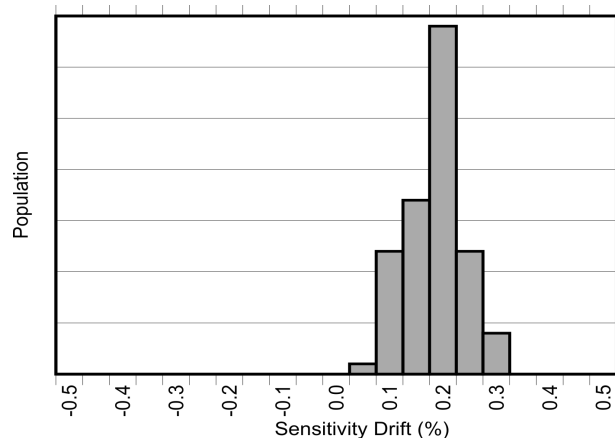
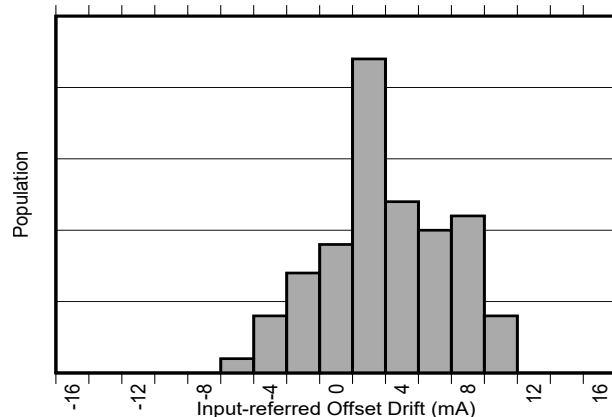

图 8-2. AEC-Q100 高温工作寿命应力测试后的灵敏度误差漂移
图 8-3. AEC-Q100 高温工作寿命应力测试后的以输入为基准的失调漂移
除了较大的热漂移之外，典型的磁性电流传感器由于在器件的寿命内老化，其灵敏度还会出现 2% 到 3% 的额外漂移。TMCS1123 中用于降低温度漂移的相同专有补偿技术也用于大大降低由于应力和环境条件（尤其是在较高的运行温度下）引起的老化而导致的寿命漂移。如 电气特性 所示，TMCS1123 具有行业出色的寿命灵敏度漂移，这是在标准三批 AEC-Q100 认证期间，在 130°C 和 85% 相对湿度 (RH) 下进行高加速应力测试 (HAST) 后实现的。在按照 AEC-Q100 认证规定进行 1000 小时、125°C 高温工作寿命应力测试后，还观察到 电气特性 中规定的界限内的低灵敏度和温漂。这些测试模拟了典型的器件寿命操作，表明与典型的磁性电流传感器相比，老化导致的器件性能变化得到了极大改善。图 8-2 和图 8-3 展示了在进行 AEC-Q100 规定的 1000 小时、125°C 高温工作寿命应力测试后的灵敏度和偏移量漂移。该测试模拟了典型的器件寿命操作，表明与典型的磁传感器相比，老化导致的可能的器件性能变化得到了极大的改善。